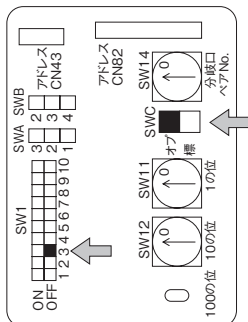

図3
- 室内ユニット本体のアドレス基板（図3）のスイッチ“SW1の3番”をOFF側に設定してください。（工場出荷時はON側）
- 室内ユニット本体のアドレス基板（図3）のスイッチ“SWC”を「オプション」側に設定してください。（工場出荷時は「標準」）
- (2)フィルターサインの設定（リモコンに「フィルター」または「フィルター清掃」が点灯して清掃時期をお知らせします）